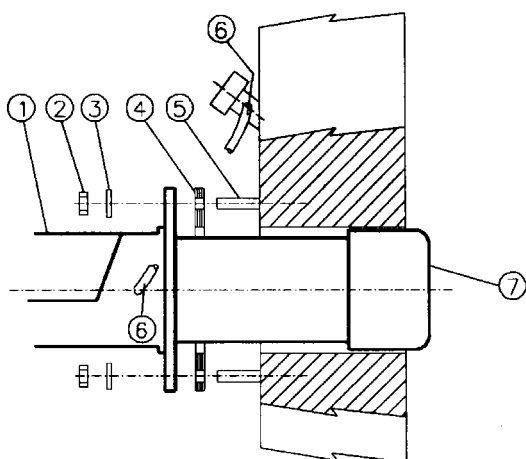

Рис. 4
- 2). завинтить (5) крепежных винта, в соответствии с шаблоном для просверливания отверстий, описанного в параграфе "Габаритные размеры" ;
- 8) закрепить с помощью гаек винты котла согласно схеме данной на Рис. 4.